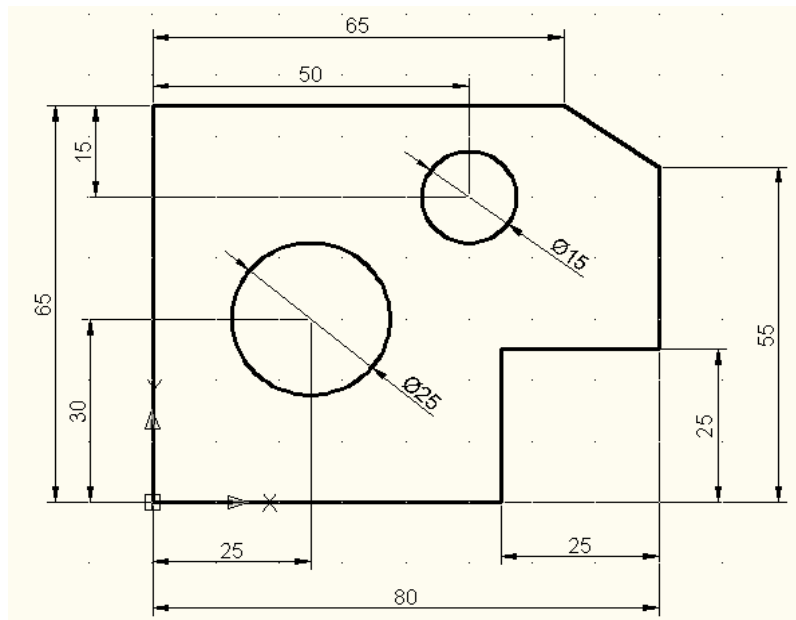

Figure 25.. Exercice pièce simple
- Avec la commande Ligne (Ruban-->Dessin), dessiner le contour externe de la pièce de la Figure 25 . Entrer les points dans la ligne de commande en commençant par le point (0,0) et en utilisant uniquement les systèmes de coordonnées.